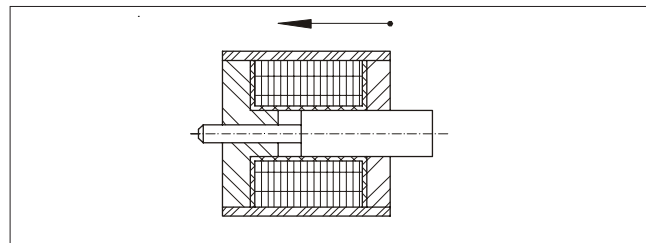

Bild 1.1.3
**Einfach-Hubmagnete** sind Magnete, bei denen die Hubbewegung von der Hubanfangslage in die Hubendlage durch elektromagnetische Kraftwirkung und die Rückstellung durch äußere Kräfte erfolgt. (Bild 1.1.3)